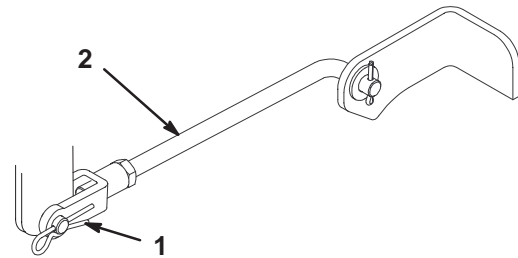

Figure 46
3. Enlevez la goupille fendue et l'axe de chape des tourillons avant (Fig. 46).
6. Fixez les tourillons à la machine à l'aide des axes de chape et des goupilles fendues (Fig. 46).